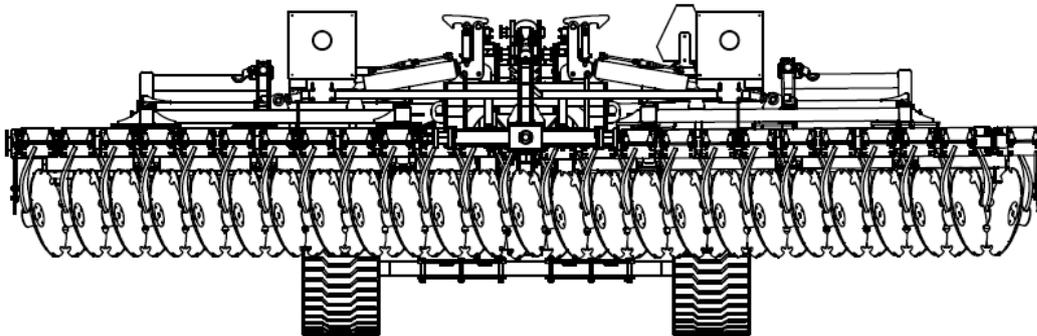

Fig. 23. Vue de la machine à la fin de la séquence d'ouverture des ailes. Les bras de la machine sont complètement ouverts.
5. Pour finir l'opération d'ouverture des bras latéraux, attendre jusqu'à ce que le mécanisme hydraulique ouvre les bras jusqu'à leur position entièrement ouverte. Ne pas interrompre cette opération sans s'assurer que les bras ne sont entièrement ouverts (fig. 23).